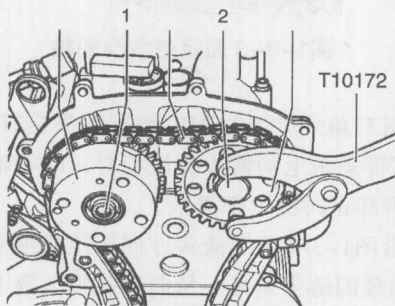

图1-2-15 安装凸轮轴固定件并旋紧螺栓
⑨如图1-2-15所示,用 $40\text{N}\cdot\text{m}$ 的力矩拧紧紧固螺栓1,并用 $50\text{N}\cdot\text{m}$ 的力矩拧紧螺栓2(使用固定支架T10172)。
⑩拧下螺栓并将凸轮轴固定件T10171A从凸轮轴箱上取下。
⑪检查配气相位。
⑫如果配气相位正常，将凸轮轴正时齿轮用固定支架T10172固定并用一把刚性扳手将紧固螺栓1（左旋螺纹）和2继续转1/4圈（90°），如图1-2-15所示。